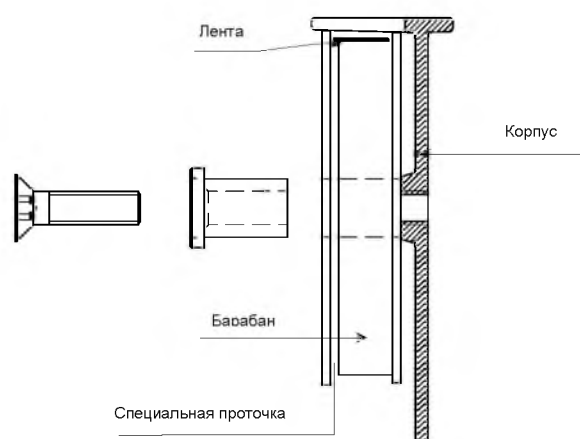

Рисунок 8-8
- Сделайте петлю (М) и S-образный изгиб (L), как показано на Рисунке 8-7.
- Если необходимо отрегулируйте петлю (М) и S-образный изгиб (L) ленты на оси катушки.
- Установите и закрепите барабан. Учтите, что барабан не симметричен: специальная проточка должна быть на противоположенной стороне от корпуса (см. рис. 8-8).